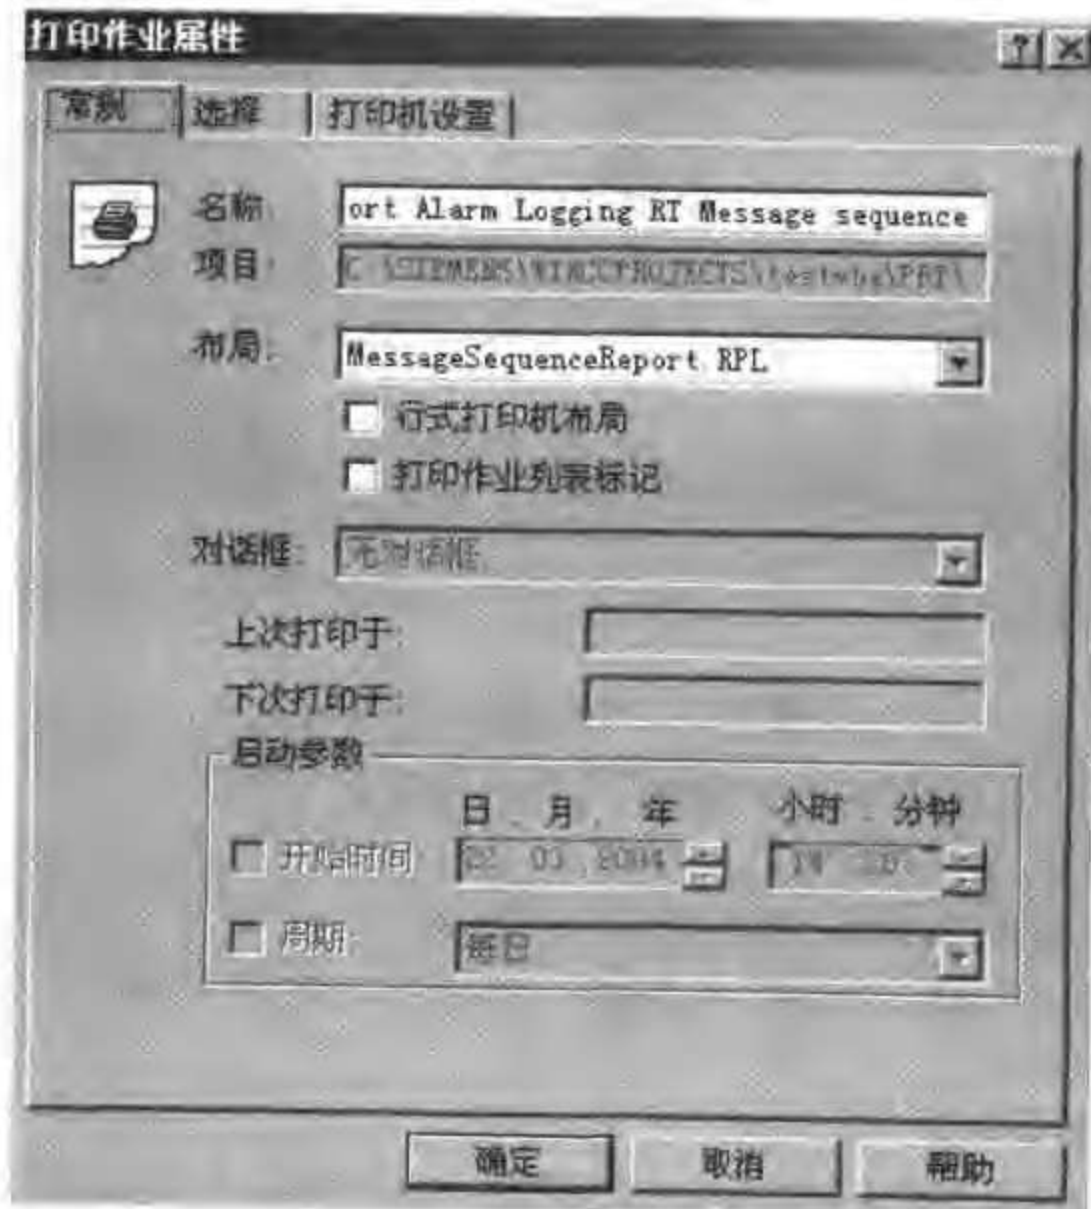

图 9-8 “打印作业属性”对话框
- 在右边的窗口中,双击打印任务 ReportAlarmLoggingRTMessage SequenceReport.RPL。打开“打印作业属性”对话框,如图 9-8 所示。